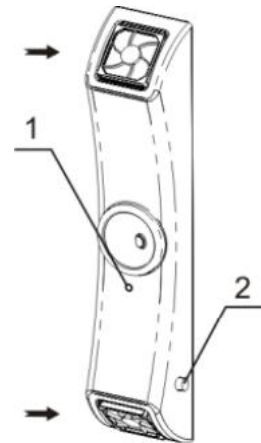

Fig. 5. Emplacement des filtres à poussière
Pour vérifier, remplacer ou nettoyer les filtres, il vous suffit simplement de détacher les couvercles (fig.5/→). Si nécessaire, remplacez par un filtre neuf ou rincez à l'eau puis séchez et remplacez les filtres existants. Remettez les couvercles en place.
- 6.7. **Remplacement de la lampe UV.** Le remplacement doit être effectué par du personnel qualifié et spécialement formé. Il est nécessaire de remplacer une lampe UV si celle-ci arrête de fonctionner ou est arrivée en fin de durée de vie spécifiée par le fabricant. Utilisez l'indicateur au centre de l'écran du recirculateur (fig.5/1) pour vérifier que la lampe UV à l'intérieur du recirculateur fonctionne. Si l'indicateur s'allume lorsque l'interrupteur est en position ON, alors la lampe UV fonctionne. S'il ne s'allume pas, remplacez la lampe.